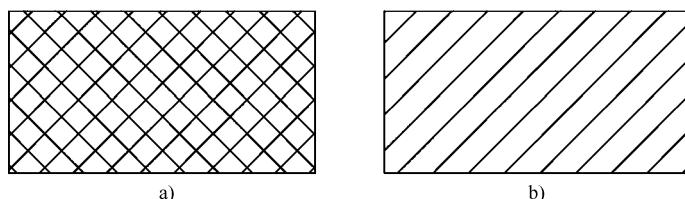

图8-8 “双向”设置示例
- “双向”按钮：用于在原来的图案上再画出第二组相互垂直的交叉图线。该项只有在选择为“用户定义”类型时可以使用。如图8-8所示为“双向”设置示例。